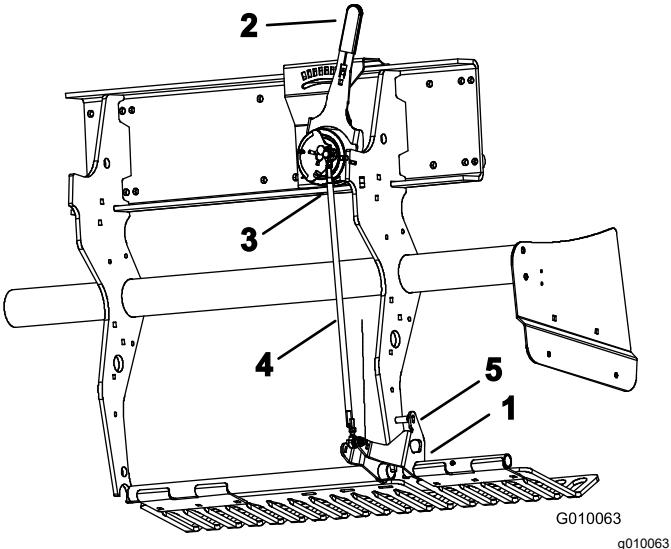

Bild 59
2. Drehen Sie die linke Befestigungshalterung der Rasenschutzvorrichtung (Bild 59) nach oben, bis Sie einen Arretierbolzen zwischen die Halterung und das am Rahmen angeschweißte Tiefen-Einstellrohr einführen können, wie z. B. eine 8-mm-Bohrstange oder einen Bolzen.
3. Schieben Sie den Tine-Tiefenhebel (Bild 59) auf die H-Stellung (tiefste Einstellung).
4. Schließen Sie den Außenkugelschalter (Bild 59) vom Kabelbaum ab (Schalter für das Absenken des Kopfes).
5. Lösen Sie die Klemmmuttern (linke und rechte Seite) an der Spurstange für die Tiefeneinstellung (Bild 59).